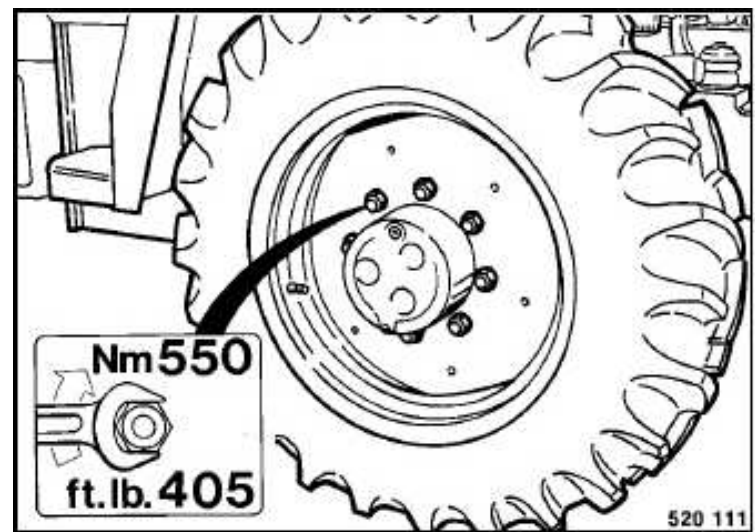

Fig. 165
- Colocar la nueva rueda (Fig. 165), y apretar las tuercas de la rueda en cruz con 550 Nm (405 ft. lb.).